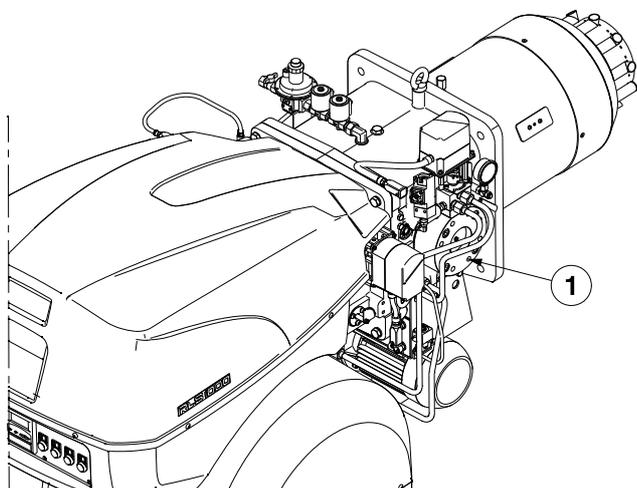

Fig. 26
La rampa de gas está preparada para ser conectada al quemador mediante la brida 1)(Fig. 26).
Presión de gas en la toma 1)(Fig. 26), con:
- restar a la presión del gas en la toma 1)(Fig. 26) la presión de la cámara de combustión.